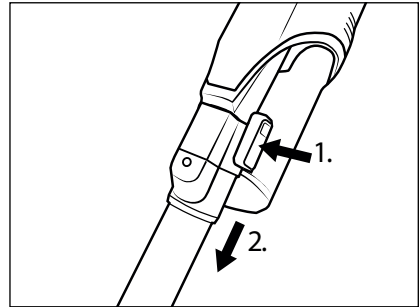

Abb. 11
- ◆ Um das Saugrohr ⑭ vom Gerät zu entfernen, halten Sie die Saugrohr-Entriegelungstaste ⑮ gedrückt und ziehen Sie das Saugrohr ⑭ von der Saugöffnung des Gerätes ab (siehe Abb. 11).